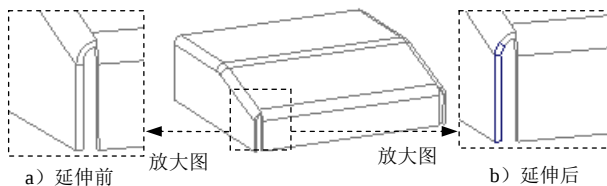

图 11.12.19 进行薄壁内边界线的延伸
(4) 设置偏移。单击 **偏移** 选项卡，选中 ☒ **相对连接边偏移壁** 复选框和 ☒ **添加到零件边** 单选项。
(5) 定义止裂槽。在操控板中单击 **止裂槽** 选项卡，在系统弹出界面中取消选中 ☐ **单独定义每侧** 复选框，并在 **类型** 下拉列表框中选择 **扯裂** 选项。
(6) 在操控板中单击 ☒ 按钮，完成平整特征 1 的创作。
Step7. 对侧壁的一端进行第一次延伸，如图 11.12.19 所示。